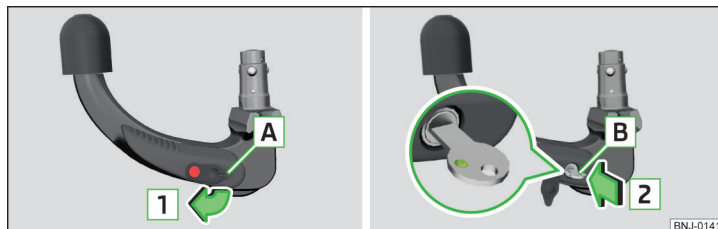

Fig. 151 Rimozione del coperchio dalla serratura / inserimento della chiave nella serratura
- Rimuovere il coperchio **A** dalla serratura in direzione della freccia **1** » fig. 151.